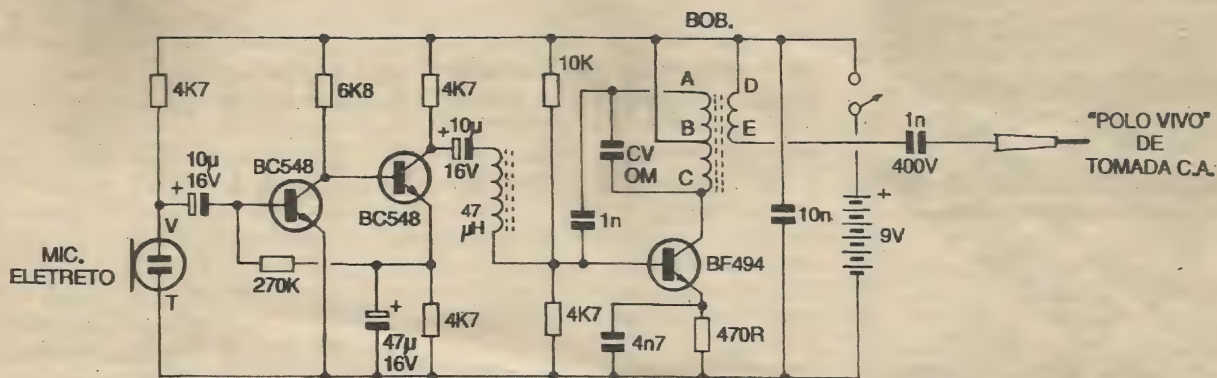

Fig. 1
- FIG. 1 - DIAGRAMA ESQUEMÁTICO DO CIRCUITO -